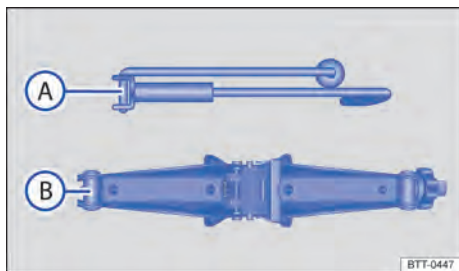

Fig. 239 Componentes do macaco sanfona.
5. Soltar os parafusos de roda a ser trocada \Rightarrow Página 399. Prender a manivela \Rightarrow Fig. 239 no macaco sanfona .